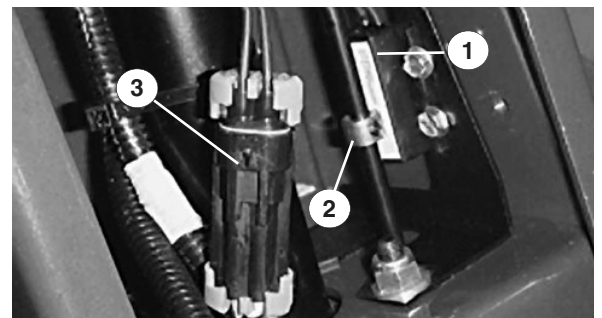

Figure 32
3. Débranchez le connecteur de queue de cochon du faisceau de câblage (Fig. 32).
5. Desserrez la vis de fixation du collier sur la tige du frein de stationnement (Fig. 32).
6. Abaissez doucement le collier sur la tige pour l'aligner avec le repère sur l'étiquette du contacteur (Fig. 32). Resserrez la vis de fixation du collier.